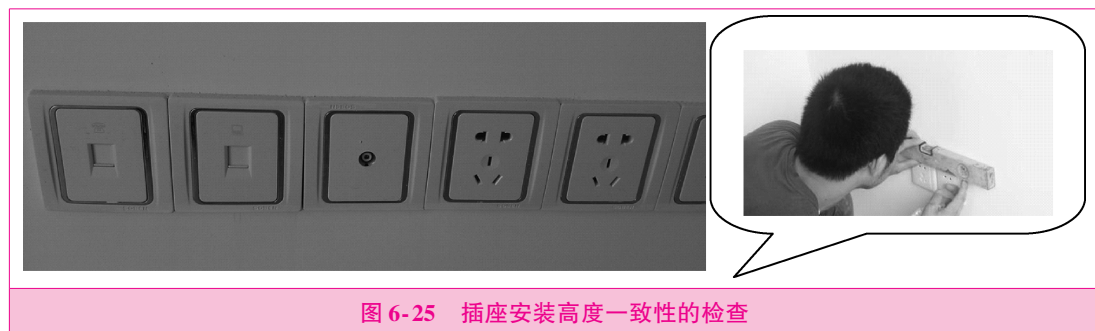

图 6-25 插座安装高度一致性的检查
3) 插座底板并列安装时要求**高度一致**，允许的最大高度差不超过 0.5mm，如图 6-25 所示。面板可通过吊坠线检测垂直度，允许偏差 0.5mm。